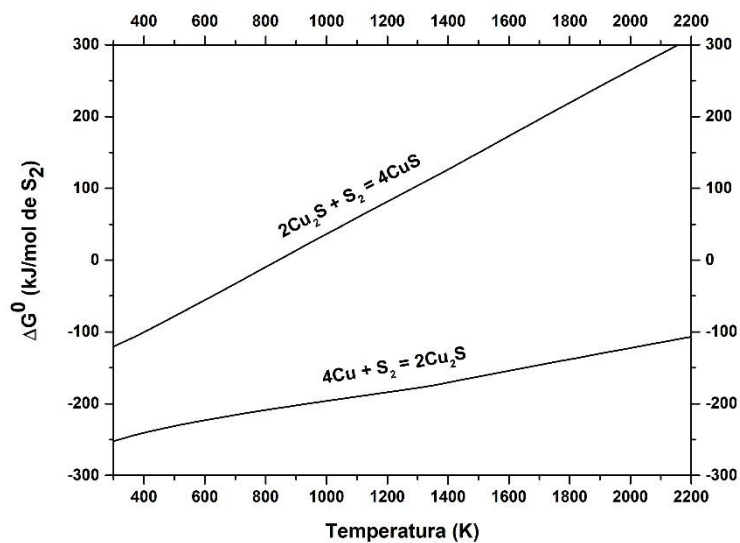

Figura 3. Diagrama de Ellingham para os diferentes sulfetos de cobre.
Para os sulfetos de elementos metálicos que possuem mais do que um estado de oxidação e, por isso, formam diferentes sulfetos metálicos, a construção do diagrama é feita de forma similar àquela discutida para os óxidos metálicos. As equações (8) e (9) mostram dois sulfetos de cobre, são eles: (i) CuS (covelita - sulfeto de cobre (II) e (ii) calcocita – sulfeto de cobre (I). A Figura 3 mostra o diagrama de Ellingham para os dois sulfetos de cobre onde é possível observar que as retas não se cruzam e, por isso, regiões de estabilidade para os dois sulfetos podem ser determinadas.